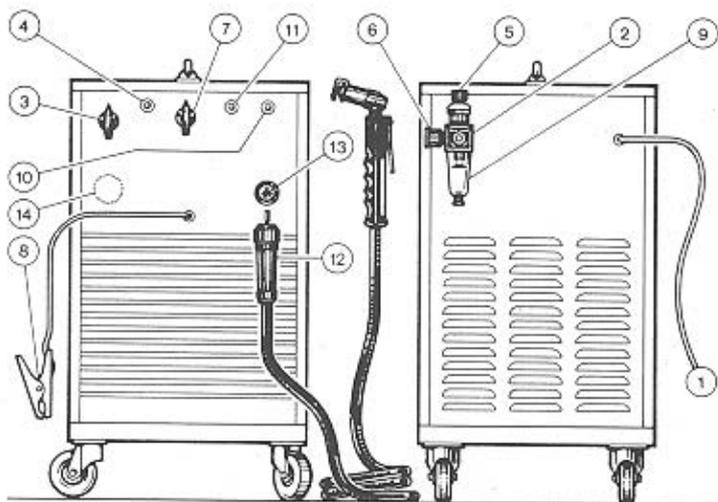

abb.2
Pneumatisch: auf der Brennerspeisung angebracht, um unzureichenden Luftdruck zu vermeiden; sie wird kenntlich gemacht durch die Lampe (11) (Abb. 2).
Elektrisch: auf dem Brennerkoerper 1) angebracht, um zu vermeiden, dass es gefaehrliche Spannungen waehrend der Auswechslung der Duese, des Diffusors oder der Elektrode gibt; 2) (Nur Version 90 A) sie blockiert das Geraet, wenn die Elektrode einen solchen Abnutzungszustand erreicht, dass sie ausgewechselt werden muss. Diese zweite Funktion wird durch das Aufleuchten der Lampe (10) (Abb.2) angezeigt.
(Abb. 2) Den Brenner auf das Geraet montieren und die Nutmutter des Passtuecks (12) auf das feste Fitting (13) fest aufschrauben, um zu vermeiden, dass Luftverluste aus diesem Fitting das Funktionieren des Brenners beeintraehtigen oder herabsetzen koennten. Sehr darauf achten, dass der Zapfen fuer die Stromzufuhr nicht verbeult wird, und auch nicht die Steckerstifte des Passtuecks (12) verbiegen; eine Verbeulung an dem Zapfen verhindert, wenn der Zapfen einmal montiert ist, seinen Anschluss an das feste Fitting (13) zu loesen; ein verbogener Zapfen verhindert eine gute Fixierung des Passtuecks (12) auf dem festen Fitting (13) und verhindert es, dass das Geraet funktioniert.
Das Geraet einschalten, indem man den Netzschalter (3) (Abb. 2) betaetigt; dieser Arbeitsgang wird durch das Aufleuchten der Lampe (4) ersichtlich gemacht
Im Fall von nicht stattgefundenem Auswechseln der Elektrode blockiert sich bei der Version 90 A der Apparat (Aufleuchten der Kontrollampe (10) Abb. 2). Um ihn wieder funktionstuechtig zu machen, ist es noetig, den Apparat auszuschalten, die Elektrode auszuwechseln, die Düse auszuwechseln und ihn wieder einzuschalten, indem man wieder den Griff betätigt (3) (Abb. 2).